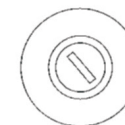

Figura 4-12
2. Yala cutiei frontale, yala cutiei de sub șă, yala compartimentului pentru obiecte diverse și yala cutiei din spate (vezi Figura 4-12, Figura 4-13, Figura 4-14).